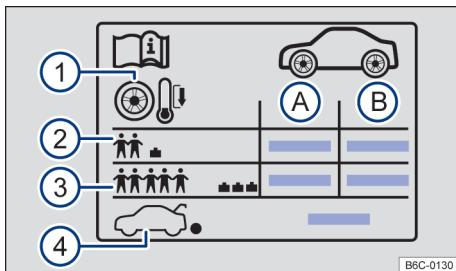

Fig. 185 Etiqueta com as pressões dos pneus.
→ Fig. 185:
- Adequar a pressão dos pneus sempre à condição de carga do veículo → **Fig. 185 ③**.